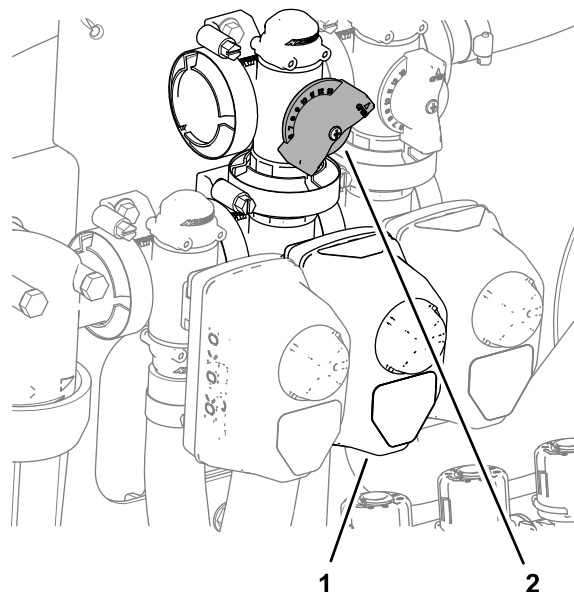

Рисунок 277
2. Отрегулируйте клапан перепуска перемешивания (Рисунок 277) так, чтобы показание давления в системе опрыскивателя стало равно 689 кПа (100 фунтов на кв. дюйм).